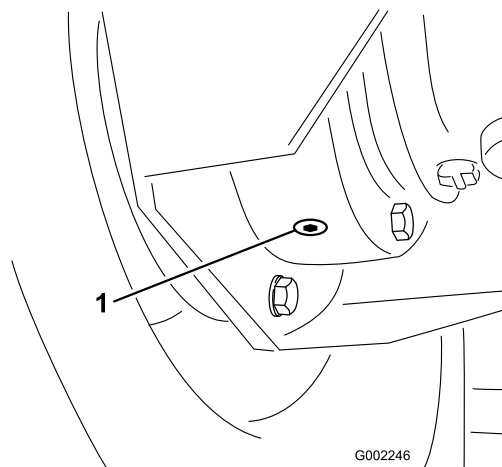

図 78
4. 内側のドレンプラグの下に容器を置き、このプラグを外す 図 78。